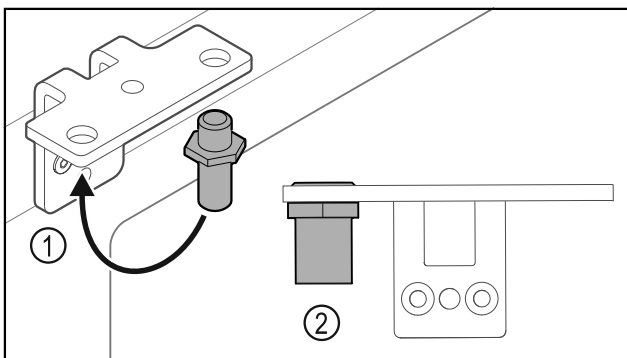

Fig. 37
- ▶ Perkelkite kaištį Fig. 37 (1) šarnyriniame kampuočiuje.
- ▶ Priveržkite kaištį Fig. 37 (2) **12 Nm** sukimo momentu.